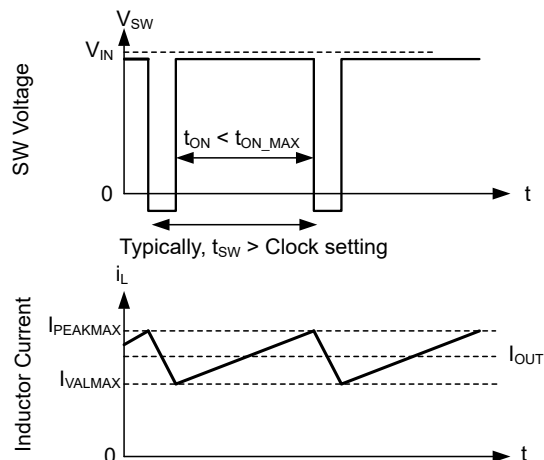

图 7-10. 電流制限波形
ローサイド (LS) スイッチがオンになると、スイッチを流れる電流も検出され、監視されます。ハイサイド デバイスと同様にローサイド デバイスは、内部誤差アンプルーブによって制御されるターンオフ限界値を持っています。ローサイド デバイスの場合、発振器が正常に新しいスイッチング サイクルを開始したとしても、電流がこの値を超えるとターンオフは禁止されます。また、ハイサイド デバイスと同様に、ターンオフ電流に許容される高さに限界があります。この制限をローサイド電流制限と呼び、図 7-10 では I_{VALMAX} です。LS 電流制限を超えた場合、LS MOSFET はオン状態を維持し、HS スイッチ